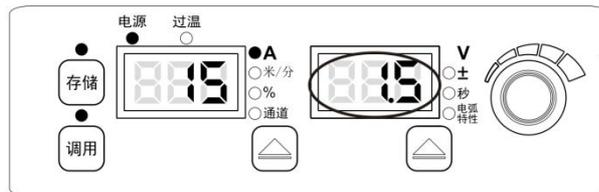

图3-26 电压调节范围锁定界面
4. 在电压调节范围锁定界面下，根据数码管闪烁提示，如图 3-26 所示，用焊接电源面板旋钮设定好电压调节范围，默认电压调节范围锁定为 $\pm 1.5\text{V}$ ，按**调用**键确认，自动进入参数范围锁定。